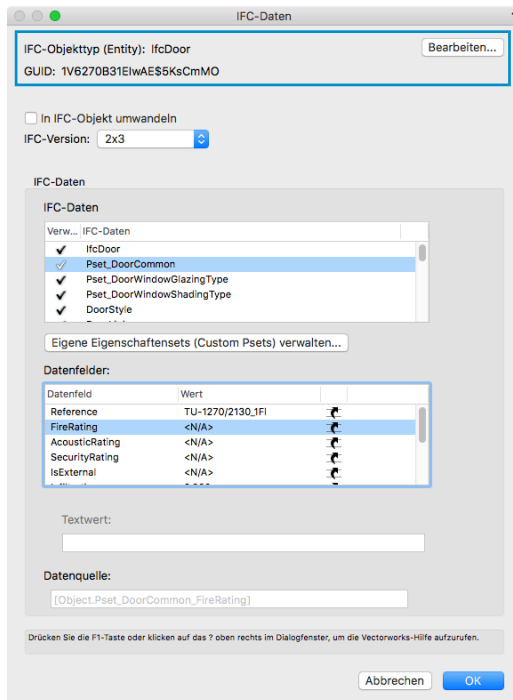

BILD 3A
1. Den IFC-Objektyp (IFC-Tag) und die GUID (Global Unique Identifier) eines Objekts (BILD 3A).